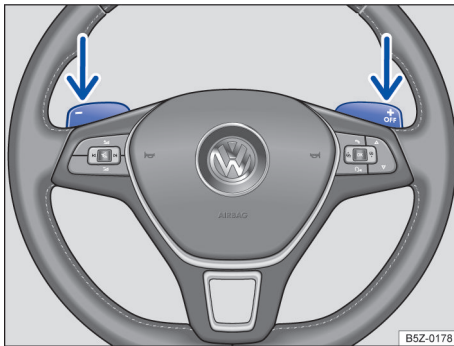

Fig. 89 Volante com dois seletores para troca de marcha no modo manual.
- No programa de condução **D**, **S** ou **M** (modo manual), acionar os seletores basculantes no volante → Fig. 89.
- **OU:** engatar com os seletores no volante → Fig. 89.